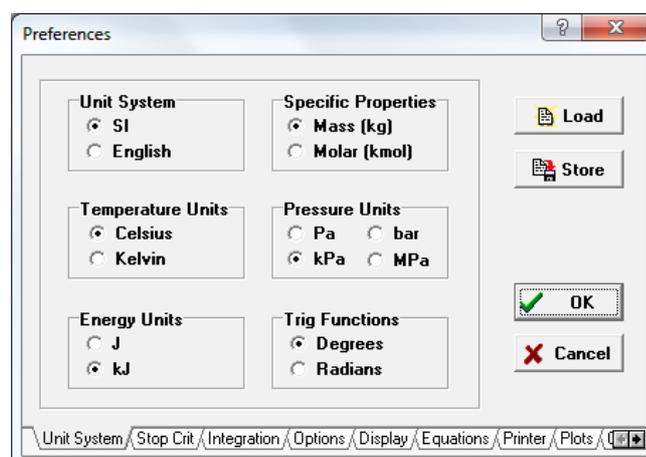

Figura 2: Definição do sistema de unidades padrão.
Caso clique em “Preferences”, abrirá a janela mostrada na Figura 2, que permite verificar ou redefinir o sistema de unidades padrão. O usuário pode alterar as unidades como quiser, e para salvar o novo sistema de unidades padrão deve clicar em “Store” e sobrescrever o arquivo EES.PRF. O sistema de unidades também pode ser alterado clicando em “Options” e depois em “Unit System”. De acordo com a Figura 2, por padrão o EES está configurado no sistema internacional (SI) de unidades, com as propriedades específicas em base mássica, temperatura em °C, pressão em kPa, energia em kJ e funções trigonométricas em graus.